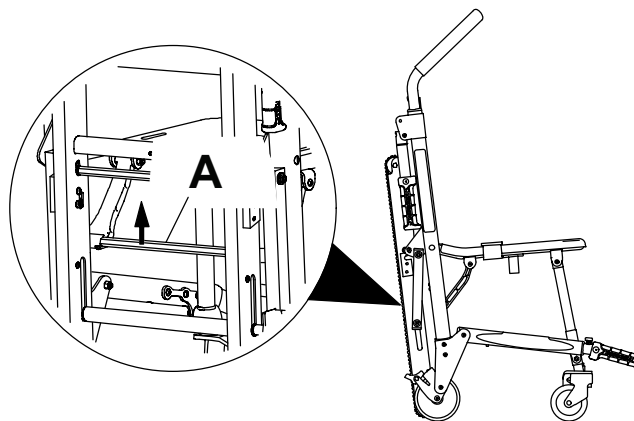

Figura 2 – Plegado de la silla
4. Tire hacia arriba de la barra de bloqueo del plegue (roja) de la silla (A) situada en la parte posterior de la silla (Figura 2).